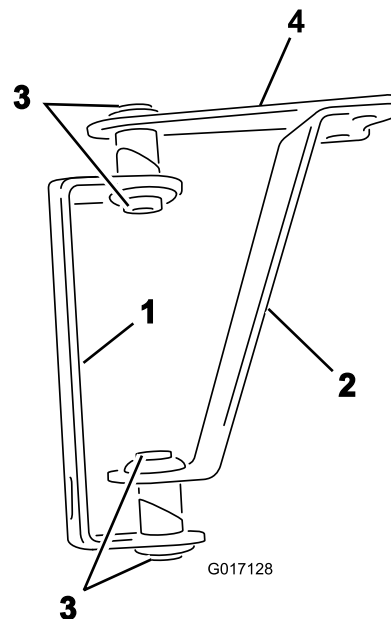
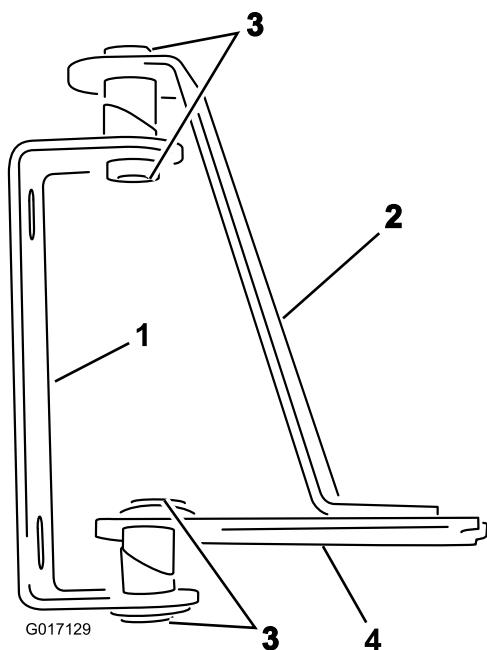

Figura 1
Figura 2
1. Colocar as dobradiças e as correias como indicado em Figura 1 (para uma rampa descoberta) ou Figura 2 (para uma rampa coberta).
- Insira os casquilhos nas aberturas do tubo soldado nas dobradiças como se mostra em Figura 1 ou Figura 2.